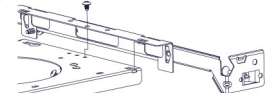

Fig. 4
3. Inserte la lengüeta del soporte a través de las ranuras (ranura izquierda o derecha) y deslícela hasta que se detenga (Fig. 4). Asegúrela a la carcasa con tornillos.